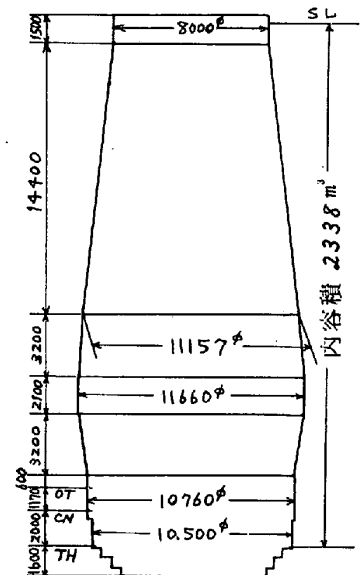

図1. 第3高炉プロフィール
- (1) 高炉：シャフトマンテルの一部を残してマンテルは全て更新しシャフト受け支柱も取替えて炉体支持方式を従来のリングプレート支持よりダブルリング支持方式へ変更し、内容積は 1947m^3 より 2338m^3 と 391m^3 増大させた。改修後のプロフィールを図1に示す。出銑口2個、出滓口2個、羽口25本である。
- (2) レンガ積み：炉底及び湯だまり部は無煙炭質カーボンレンガを使用し炉底部のレンガ積みは和白式にコッター挿入を行つた。炉底カーボンレンガは3段(1500mm)とし下部を強制空冷した。